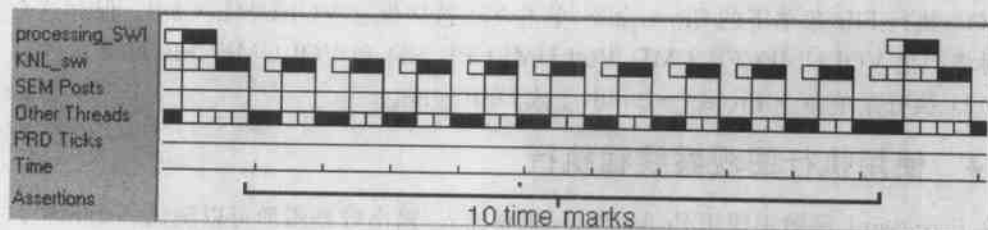

图 7.25 线程执行图
(6) 按 F5 键运行程序, 线程执行图的显示如图 7.25 所示。